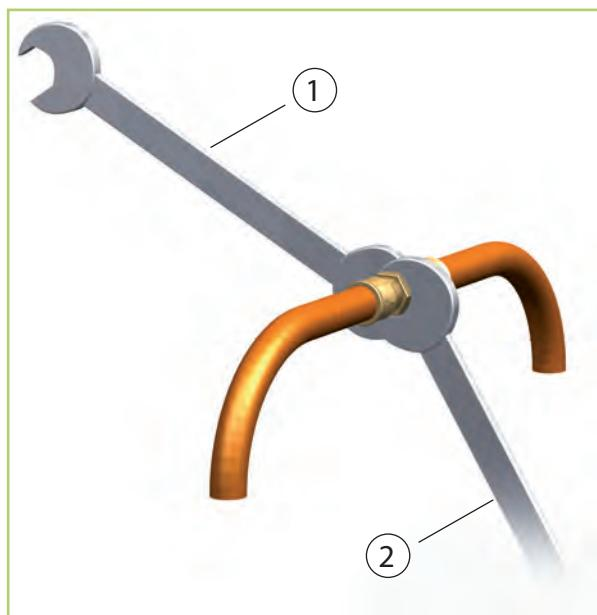

Abb. 80: Verschraubungen anziehen
- Die Verbindung der Kältemittelleitungen an den Geräteanschlüssen sollte zunächst per Hand erfolgen, um einen richtigen Sitz zu gewährleisten. Anschließend werden die Verschraubungen mit zwei passenden Maulschlüsseln befestigt. Es muss mit einem Schlüssel **gegengehalten** werden (Abb. 80).